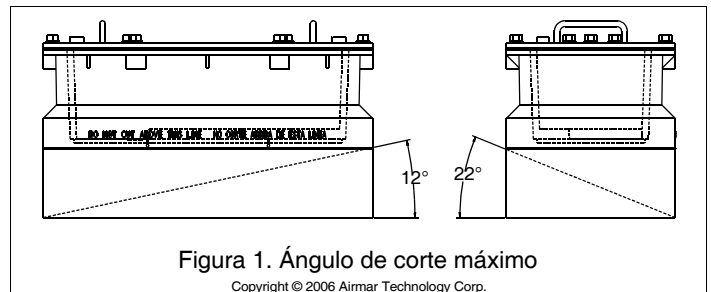

Figura 1. Ángulo de corte máximo
- Admite un ángulo de pantoque máximo de: (Figura 1)